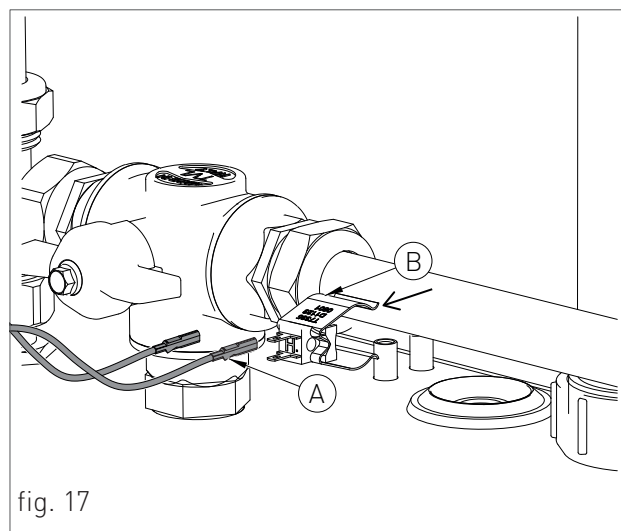

fig. 17
- › Débrancher les deux faston de la sonde recirculation (voir A-fig.17) et les brancher dans le câble rallonge en option (référence: 65-00677).
- › Déplacer la sonde de recirculation du chauffe-eau (voir B-Fig. 17) sur le circuit de recirculation, voir schéma 'MODE MIXTE (ECS + CHAUFFAGE) AVEC RECIRCULATION EXTERNE' au chapitre 'SCHEMA DE TUYAUTERIE INTERIEURE'; et brancher le câble rallonge en option au sonde de recirculation.